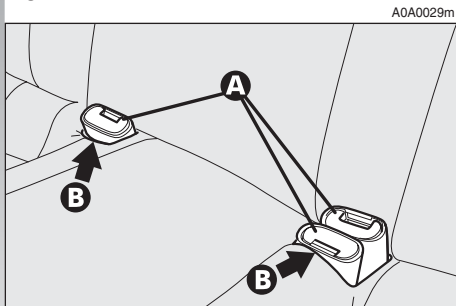

fig. 23
- ponga las hebillas de los cinturones de seguridad (**A-fig. 23**) en los alojamientos (**B**) ubicados en el asiento;